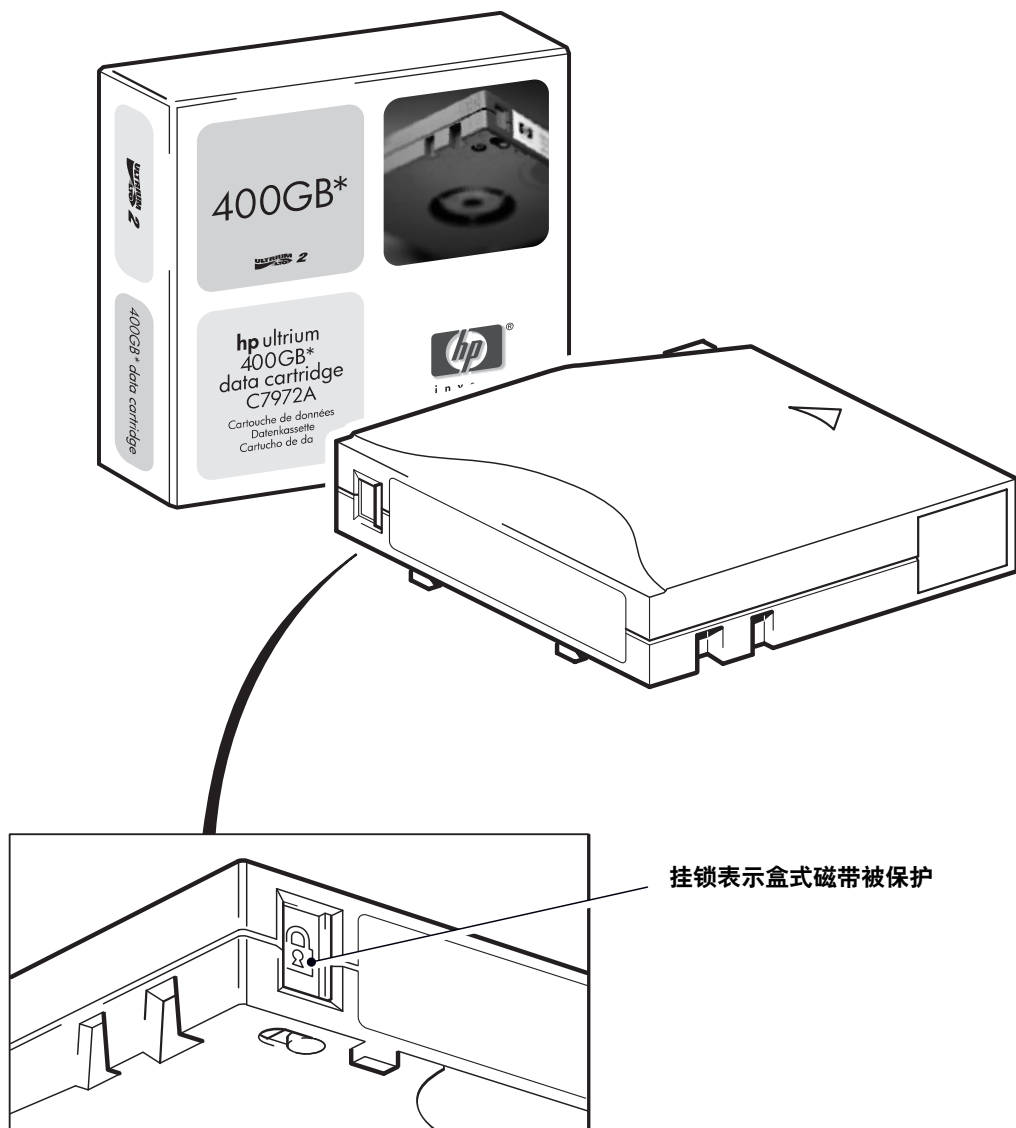

图 8：对盒式磁带设置写保护
- 要将盒式磁带设为可写，请将红色槽片向后滑动，以露出小孔，然后再将盒式磁带装入磁带机。图 8 说明了写保护标签的位置。